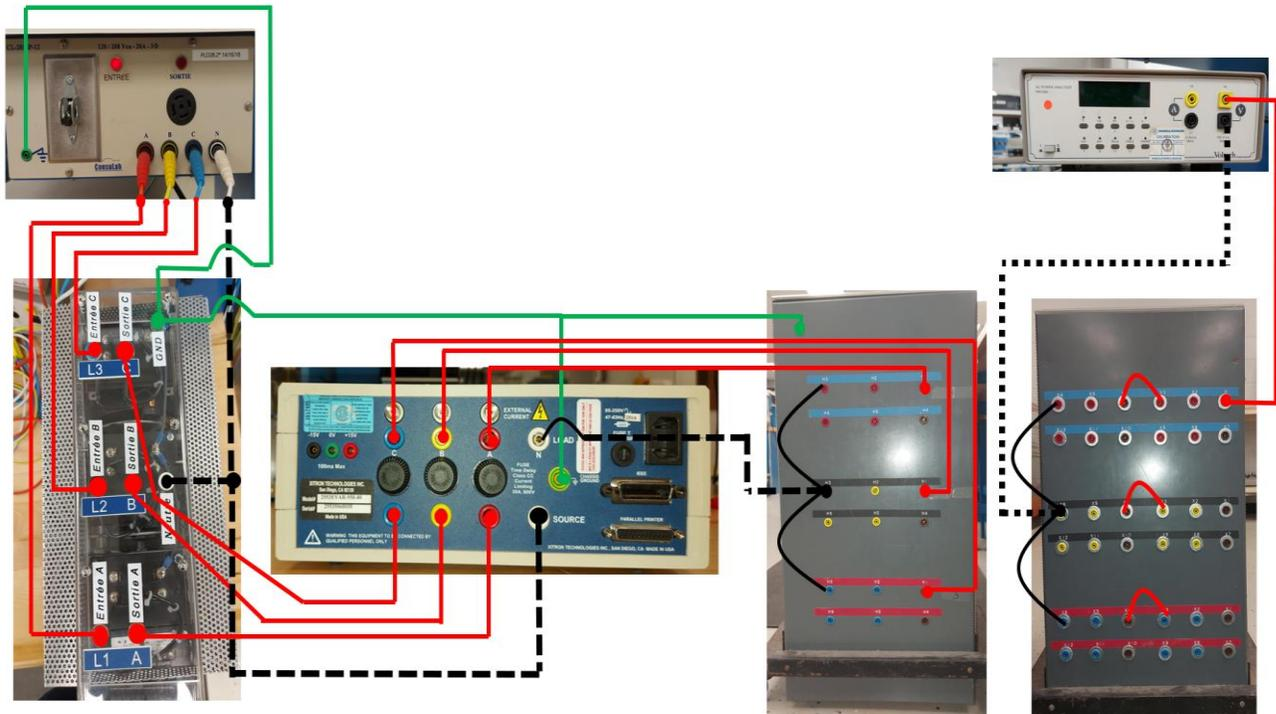

Figure 18. Schéma de montage pour l'expérience 3
Le schéma de montage pour cette expérience est montré sur la **Figure 18**.
**DANGER :** Assurez-vous que le disjoncteur du panneau est toujours à la position « OFF » avant de réaliser le schéma de montage de la **Figure 18**.